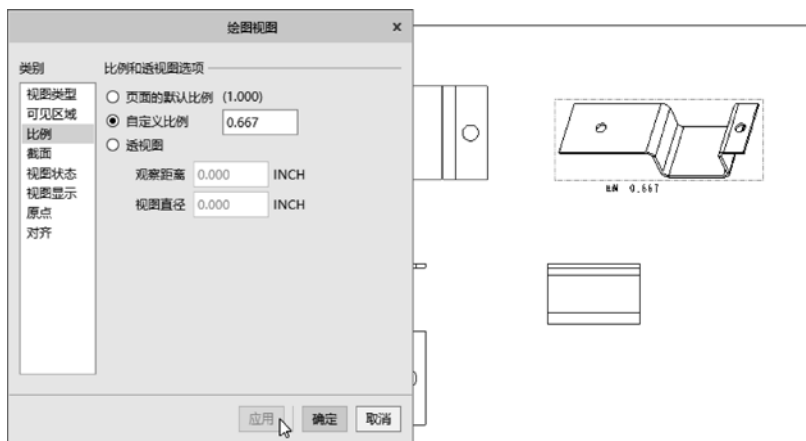

图 8-34 为立体图设置自定义比例
- (1) 从功能区“布局”选项卡的“模型视图”组中单击（普通视图）按钮。
- (2) 系统提示“选取绘图视图的中心点。”，在图框内展平视图右侧的合适位置处单击，以指定放置该一般视图的中心点，此时系统弹出“绘图视图”对话框。
- (3) 在“绘图视图”对话框的“视图类型”类别选项卡中，从“模型视图名”列表中选择来自模型的名称为“标准方向”，单击“应用”按钮。
- (4) 在“类别”列表框中选择“视图显示”类别，切换到“视图显示”类别选项卡。从“显示样式”下拉列表框中选择“消隐”选项，从“相切边显示样式”下拉列表框中选择“默认”选项，单击“应用”按钮。
- (5) 在“类别”列表框中选择“比例”类别，以切换到“比例”类别选项卡，选择“自定义比例”单选按钮，并在比例值框中输入“2/3”，单击“应用”按钮，此时比例值框中显示舍入到允许的小数，如图 8-34 所示。